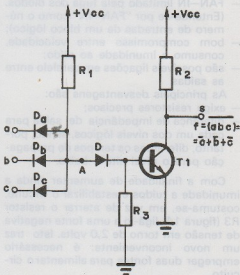

FIGURA 14 - Porta fundamental da Família DTL de 3 entradas
A família DTL ou lógica a diodo e transistor recorre aos diodos para realizar as funções lógicas e aos transistores para amplificar e inverter os sinais. A figura 14 mostra a estrutura básica da porta fundamental (NAND) desta família: NAND em lógica positiva e NOR em lógica negativa. Observar que todas as entradas devem estar em nível H simultaneamente para que a saída esteja em nível baixo (L).
O diodo D serve para aumentar a imunidade do gate ao ruído; não existindo este diodo, ao aplicar-se um sinal L numa das entradas, a saída do gate AND (ponto A da figura 14) apresentaria um nível lógico, também baixo, na ordem de 0,5 volt como um mínimo, dependendo do diodo D_i e do
Com a finalidade de aumentar ainda a imunidade a ruídos e estabilizar o circuito, costuma-se, em vez de aterrar o resistor R3 (figura 14) ligá-lo a uma fonte negativa de tensão em torno de 2,0 volts. Isto traz um novo inconveniente: é necessário empregar duas fontes para alimentar o circuito.
A imunidade ao ruído da porta DTL encontra-se em torno de 1,0 volt; para aumentar esta imunidade, como já vimos, basta introduzir ao circuito básico (figura 14) mais diodos, conhecidos por diodos de deslocamento de tensão em virtude da função que realizam, em série, conectados à base do transistor T1; cada um deles individualmente fará um deslocamento de 0,2 ou 0,6 volt dependendo se o mesmo é de germânio ou silício respectivamente;